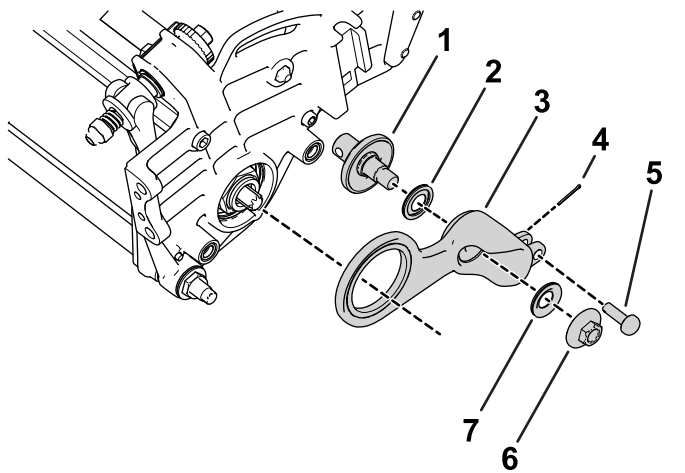

Figura 10
1. Montate le parti sciolte sul gruppo tendicinghia, come illustrato nella Figura 10.